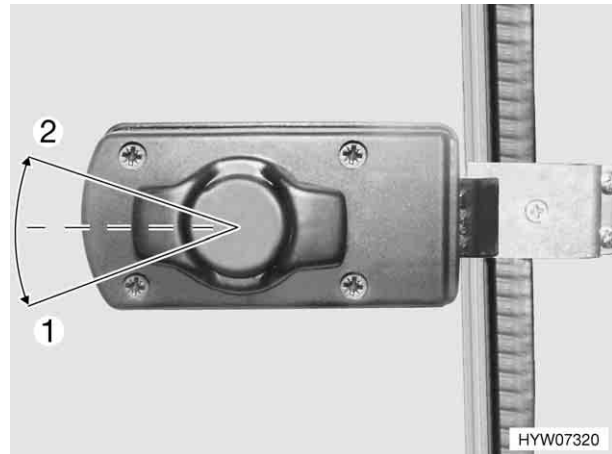
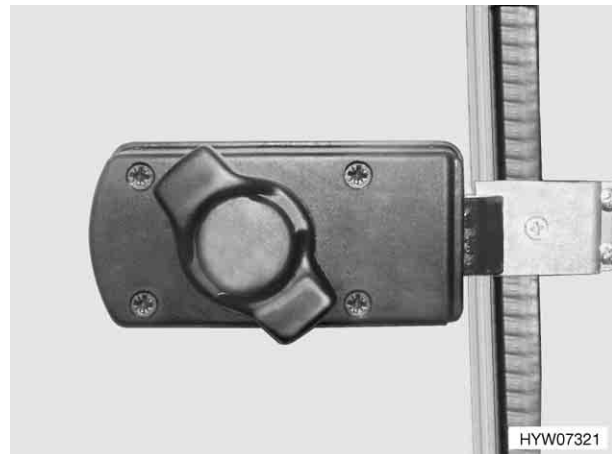

Fig. 12 Serratura della porta di ingresso, lato interno, apertura
Fig. 13 Serratura della porta di ingresso, lato interno, bloccata
- Girare la manopola della porta in senso antiorario (Fig. 12,1).
- Girare la manopola di circa 45° in senso orario e lasciarla in questa posizione (Fig. 12,2 e Fig. 13).